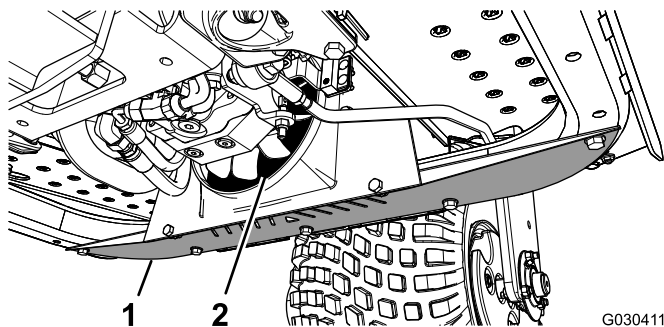

Рисунок 44
1. Снимите нижний щиток (Рисунок 44).
2. С помощью распылителя продуйте сжатым воздухом пространство между лопастями вентилятора (Рисунок 44), чтобы выдуть загрязнения с той стороны, откуда они были занесены.